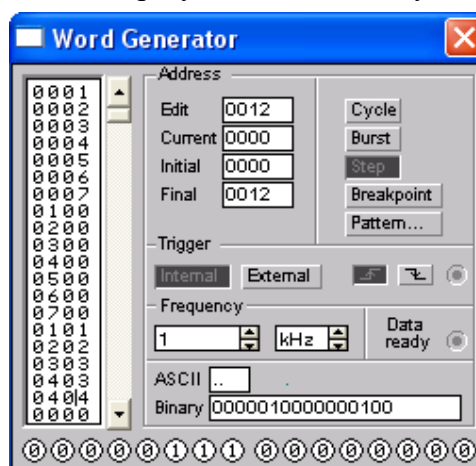

Рис. 11.3. Генератор кода
3) Сделайте двойной щелчок по генератору слов и занесите соответствующие коды в левое поле в адреса с 0000 по 0012. Запустите модель в пошаговом режиме (кнопка Step). Генератор слов показан на рис.11.3.